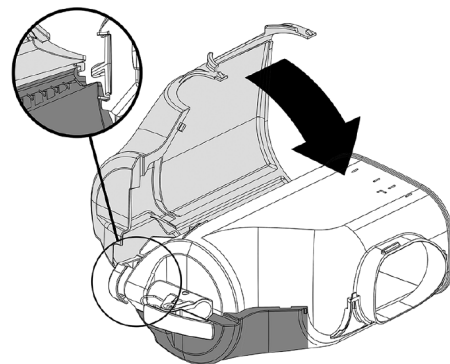
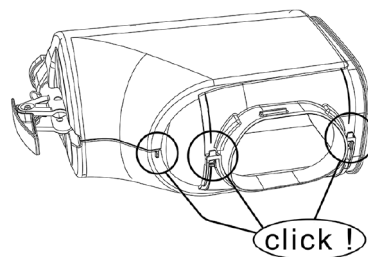

**figura 18**
**figura 19**
**1** Adagiare la parte destra del recover su un piano. Posizionare il contenitore al suo interno.(vedere figura 18)(vedere figura 19).